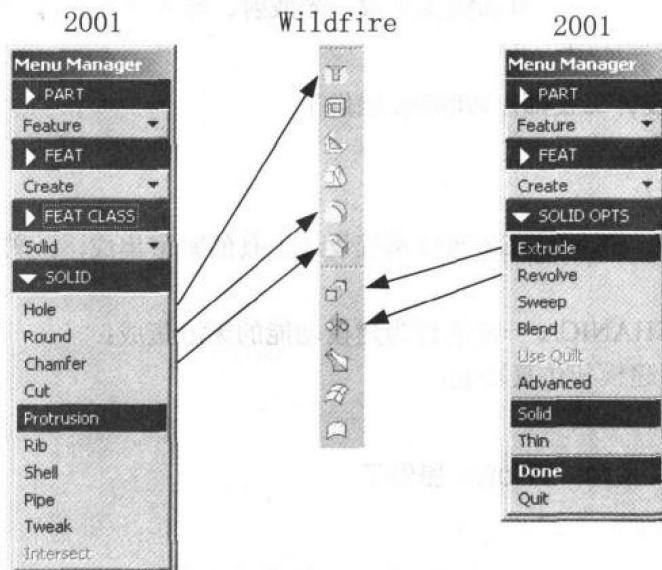

图 1-1
1. Pro/ENGINEER Wildfire 以更友好的操作界面，更快捷的操作步骤使用户更容易学会它。增加了快捷按钮，用户不再为瀑布式的菜单操作而发愁，如图 1-1 所示。